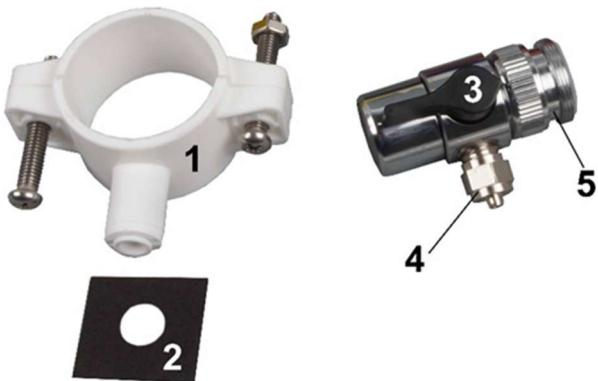

Рис. 2:
1. Подсоедините патрубок к соответствующему крану, при необходимости, используйте переходник [переходник (рис. 2, № 5) входит в комплект поставки]. От патрубка крана (рис. 2, № 4) Вы переходите отрезком шланга к вводу в систему водопроводной воды. С помощью крана (рис. 2, № 3) можно переключаться между забором водопроводной воды и работой модуля осмоса.
2. Подсоедините шланг для стока (рис. 1, № 14). С помощью прилагаемого зажима (рис. 2, № 1) шланг для сточной воды можно также подсоединить непосредственно к соответствующей трубе для сточной воды, в которой предварительно было проделано отверстие примерно 5 мм. Квадратный уплотнитель (рис. 2, № 2) устанавливается между зажимом и отверстием. Однако, чтобы снизить риск повторного заражения бактериями, рекомендуется не подсоединять шланг для стока к трубе сточной воды, а позволить ей стекать в канализацию.